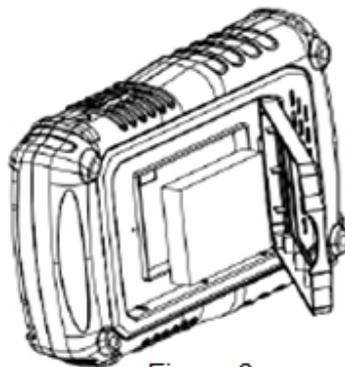

Figure 3
3. Placez la batterie en place et fermez le couvercle. Comme indiqué sur la figure 3.